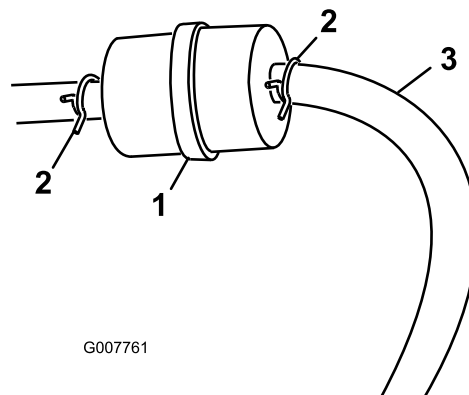

Figura 25
3. Premete le estremità delle fascette stringitubo ed allontanatele dal filtro (Figura 25).
5. Montate un nuovo filtro ed avvicinate le fascette stringitubo al filtro (Figura 25).
3. Allentate la fascetta stringitubo e spostatela in alto sul tubo del carburante, lontano dal filtro del carburante (Figura 25).
4. Scollegate il tubo del carburante dal filtro del carburante (Figura 25).
Nota: Lasciate spurgare la benzina in una tanica apposita o in una bacinella (Figura 25).
5. Collegate il tubo del carburante al filtro del carburante. Infilate la fascetta vicino al filtro del carburante, per fissare il tubo del carburante (Figura 25).